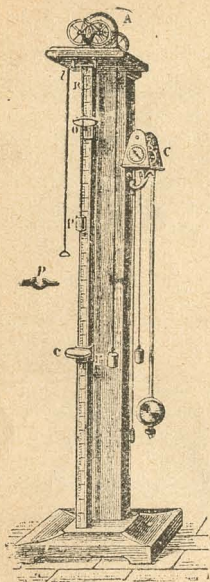

Fig. 6.—Máquina de Atwood.
**5. Máquina de Atwood.**—La máquina de Atwood (fig. 6) tiene por objeto retardar la caída de un cuerpo para estudiar más fácilmente las leyes.
La velocidad está modificada, pero la naturaleza del movimiento queda la misma. Esa máquina se compone esencialmente de una polea muy ligera *A* (fig. 6) que lleva en su garganta un hilo de cuyas extremidades penden dos masas iguales *P* que se hacen equilibrio en todas las posiciones. Una pequeña masa adicional *p* arrastra la masa *P* con un movimiento lento á lo largo de una regla dividida. Se busca donde se debe colocar la corredera *C* para impedir la caída después de un segundo, dos segundos, etc.